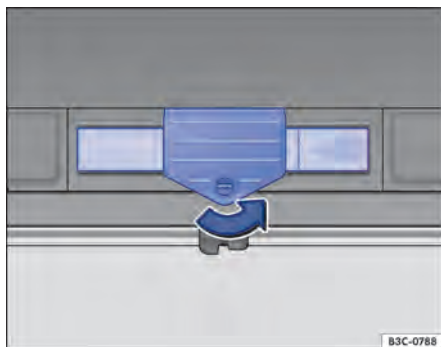

Fig. 246 Na tampa traseira: abrir o suporte do triângulo de segurança.
- Abrir o suporte do triângulo de segurança e retirá-lo → Fig. 246.